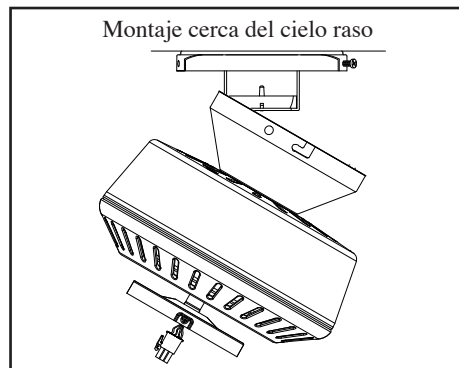

Figura 12b
7. Si montas cerca del cielo raso, cuelga el ventilador del gancho incluido usando uno de los orificios en el borde exterior de la cubierta de techo. (Figura 12b)